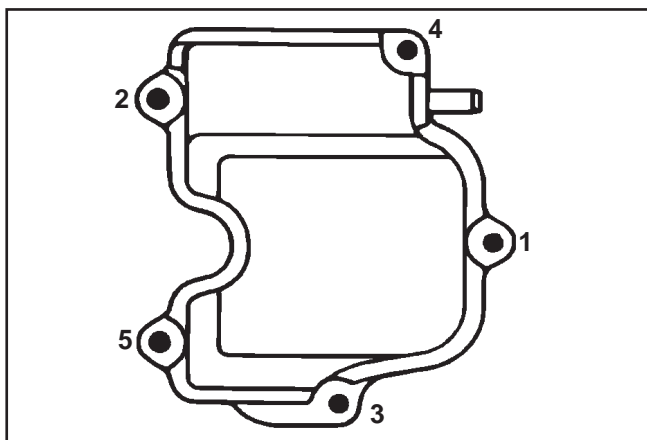

**Figura 11-44. Instalar a Tampa da Válvula. (Tampa de Fundição/Alumínio Mostrada).**
3. Instale a tampa da válvula, quaisquer suportes de montagem ligados (silenciador, depósito de combustível, e/ou elevador) juntamente com quaisquer espaçadores soltos (tampa de aço marcada) conforme ligados de origem na cabeça do cilindro. Fixe com os cinco parafusos de flange hexagonais. Consulte a Figura 11-44.